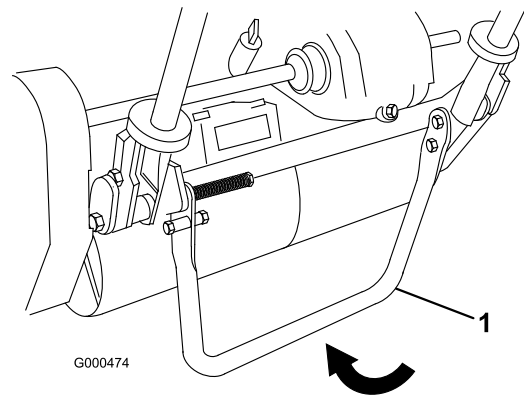

Bild 9
1. Treten Sie den Ständer mit dem Fuß nach unten und ziehen Sie den Griff nach oben, bis sich der Ständer nach vorne über der Mitte gedreht hat (Bild 9).